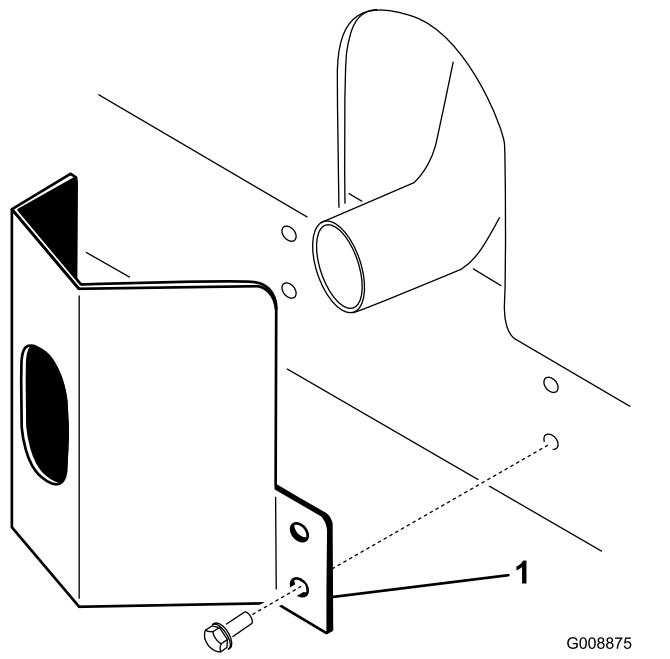

Bild 10
1. Positionieren Sie das Auspuffschutzblech um den Schalldämpfer, während Sie gleichzeitig die Befestigungslöcher auf die im Rahmen abstimmen (Bild 10).
2. Befestigen Sie das Auspuffschutzblech mit vier Blechschrauben am Rahmen (Bild 10).